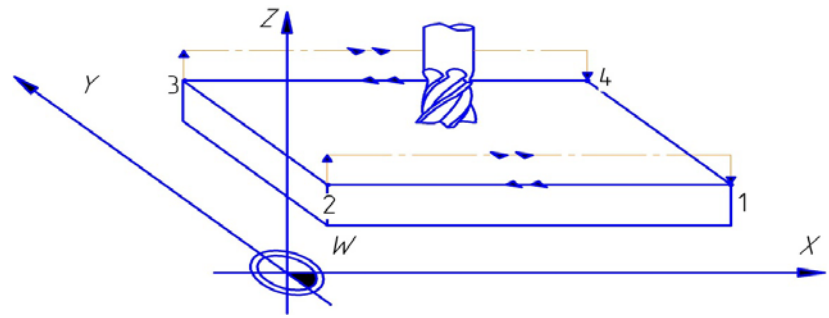

Рис. 5.6. Фрезерование поверхности в соответствии с циклом 231
1. УЧПУ позиционирует инструмент из актуальной позиции с 3D-движением прямых в точку старта 1 (рис. 5.6).